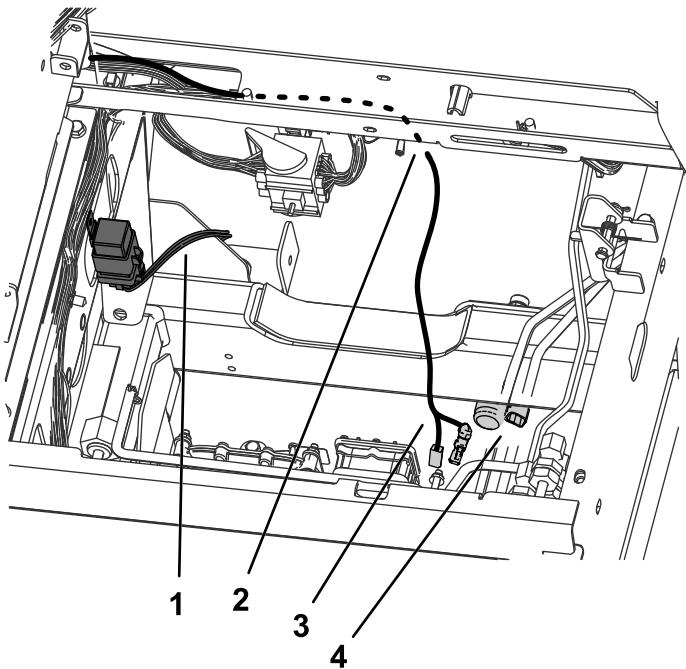

Figura 28
- 9. Disponete i 2 fili rimanenti che non sono direttamente collegati al relè a metà lungo il cablaggio preassemblato preesistente sotto il telaio, fino a quando non si trovano direttamente sopra il collettore a 3 vie (Figura 28).
pneumatico anteriore destro (Figura 28 e Figura 32).